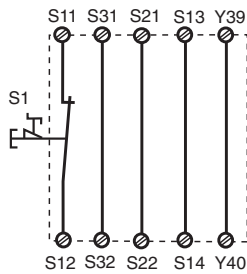
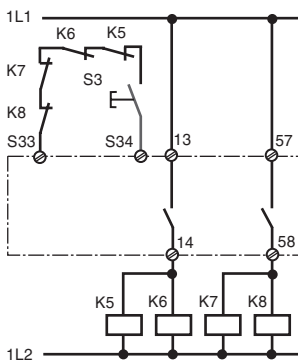

Fig. 2: Circuito de entrada monocanal, automat. rearme/Circuito di entrata monocanale, start automat./Eenkanalig ingangscircuit, automatische start
Fig. 11: como la Fig. 10 con rearme supervisado/come fig. 10 con start controllato/ Zoals fig. 10 met bewaakte start
En las fig. 2... a fig. 11 se presentan ejemplos de conexionado posibles; paro de emergencia. Los cortocircuitos a través del paro de emergencia también son detectados.
- Fig. 2 y 7: S33-S34 **no** conectado
- Fig. 2: Tenga en cuenta: En caso de caída de tensión y rearranque, el dispositivo se inicia automáticamente. Evite un arranque intempestivo mediante un cableado externo adecuado.
In fig. 2 ... fig. 11 sono riportati degli esempi di collegamento per il cablaggio di arresto d'emergenza con start automatico e manuale, per il comando delle porte di sicurezza, nonché per la moltiplicazione dei contatti mediante relè esterni.
- Fig. 2 e 7: **nessun** collegamento S33-S34
- Fig. 2: Nota: il dispositivo si avvia automaticamente dopo la caduta ed il ritorno dell'alimentazione. Occorre prevenire un riavvio inatteso usando circuiti esterni di misura
In fig. 2 ... 11 worden aansluitvoorbeelden gegeven van noodstop-schakelingen met automatische en bewaakte start, hekbewakingen en contactvermeerdering d.m.v. externe magneetschakelaars.
- Fig. 2 en 7: **geen** verbinding S33-S34
- Fig. 2: Opgelet: het apparaat start automatisch bij uitvallen en terugkeren van de spanning. Vermijd een onverwacht heraanlopen door maatregelen in de externe schakeling.